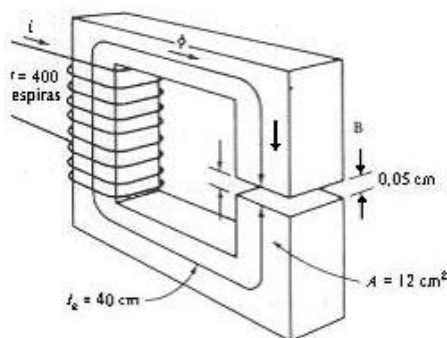

Fig. 1
3.-La Fig. 1 muestra un núcleo ferromagnético cuya longitud de trayectoria media es de 40 cm. Hay un pequeño entrehierro de aire de 0,05 cm en la estructura del hierro. El área de la sección transversal del núcleo es de  $12 \text{ cm}^2$ , su permeabilidad relativa es de 4000 y la bobina de alambre sobre el núcleo tiene 400 vueltas. Suponer que el efecto de borde del entrehierro de aire aumenta el área efectiva de la sección transversal de éste en un 5% y hallar: (a) la reluctancia total al paso del flujo (núcleo más entrehierro de aire) y (b) la corriente necesaria para producir una densidad de flujo de 0,5 T en el entrehierro de aire.